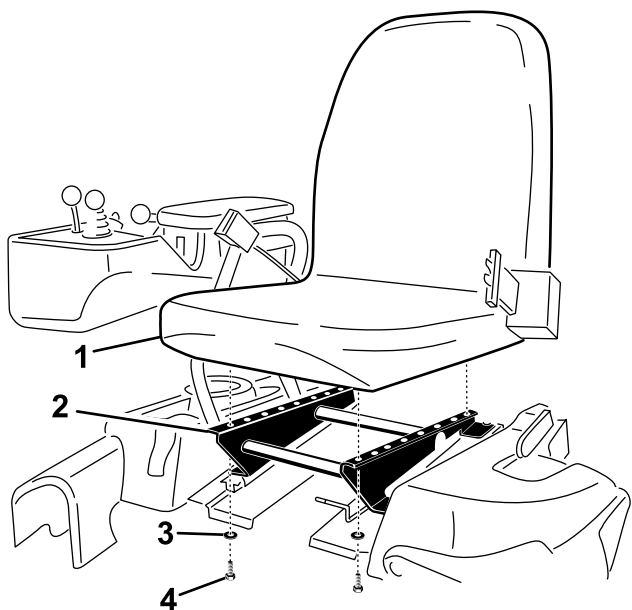

Figura 4
3. Fissate il sedile alla relativa base con i 4 bulloni e le rondelle rimosse in precedenza (Figura 4).